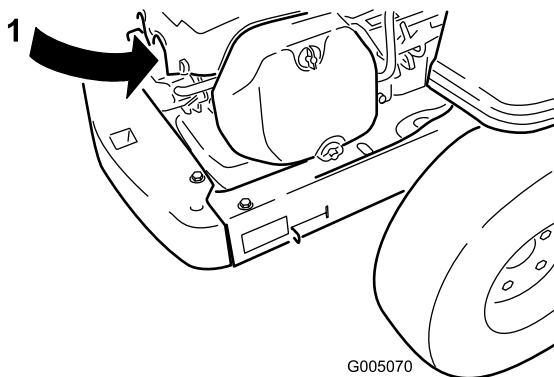

Figure 29
2. Débranchez le fil de la bougie (Figure 29). Nettoyez la surface autour de la bougie pour éviter que des impuretés n'endommagent le moteur en tombant à l'intérieur.
3. Reconnectez le fil à la bougie (Figure 29).